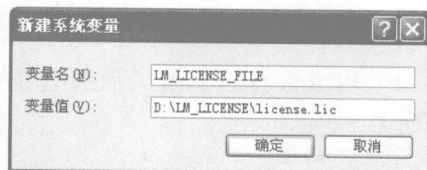

图 1.2.4 “新建系统变量”窗口
(5) 在“系统变量”栏单击“新建”按钮，出现“新建系统变量”窗口，输入系统变量，如图 1.2.4 所示。